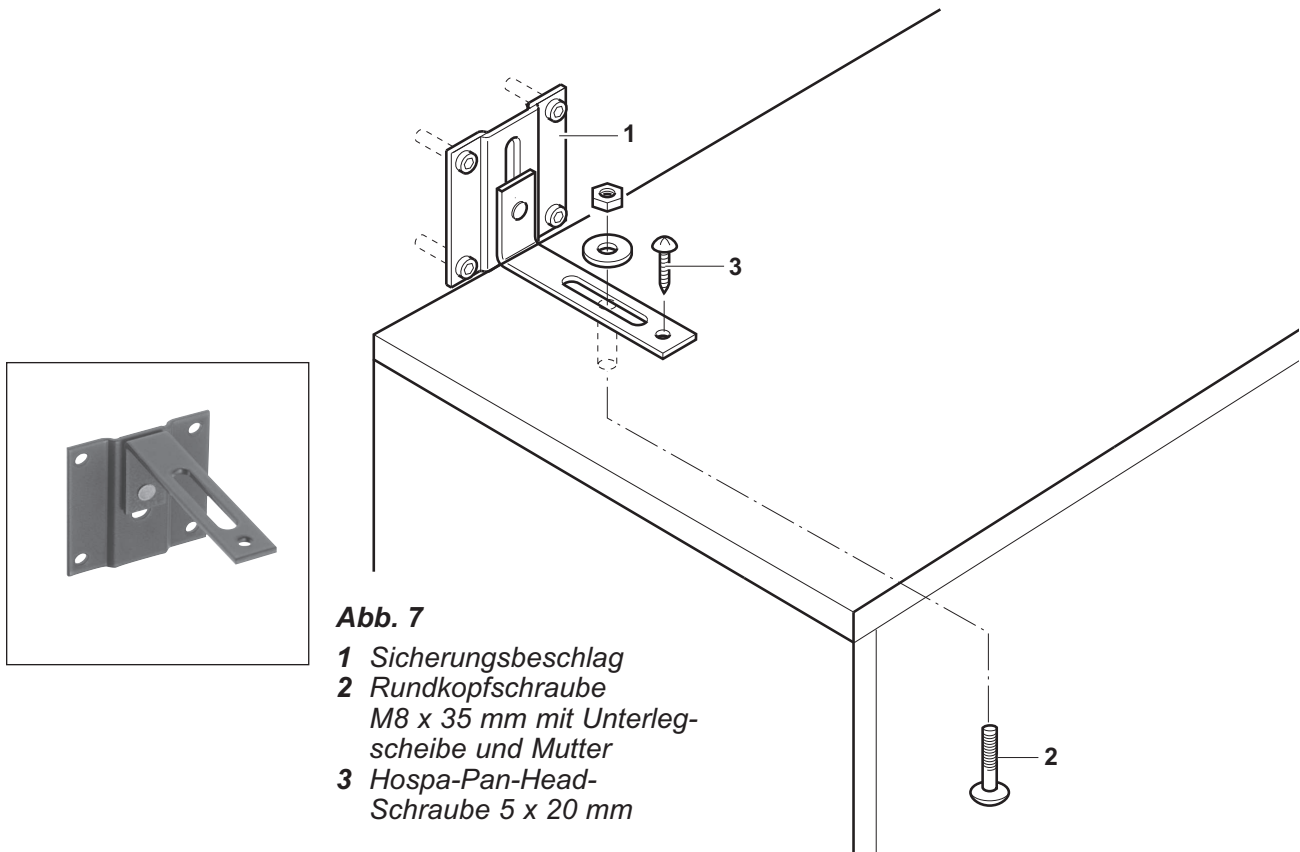

Abb. 7
- Die beiden Sicherungsbeschläge **1** siehe **Abb. 7**, mit jeweils vier Schrauben an der Wand befestigen, Haltekraft F_H je Befestigungsstelle min. 400 N.
- Beide Sicherungsbeschläge mit einer Rundkopfschraube **2** und einer Hossa-Schraube **3** am Korpus festschrauben, siehe **Abb. 7**.